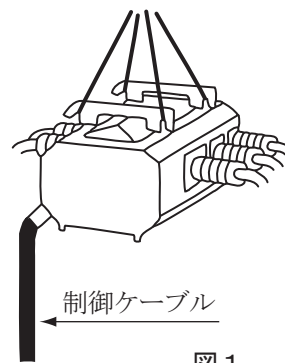

図1
- ①吊り上げは、制御ケーブルの結束紐を解いてから行ってください。(図1)
- ②吊り上げるときはケースやブッシングをいためないよう注意してください。
- ③もし、ケースに傷をつけられた場合は必ず修正塗装を施してください。